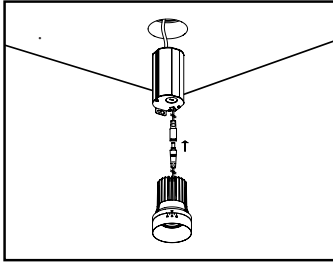

Figure 5
5. Put the J-box inside the ceiling and connect the wires for J-box and LED module. (see Fig.5)
5. Placez le boîtier J à l'intérieur du plafond et connectez les fils pour le boîtier J et le module DEL. (voir Fig. 5)